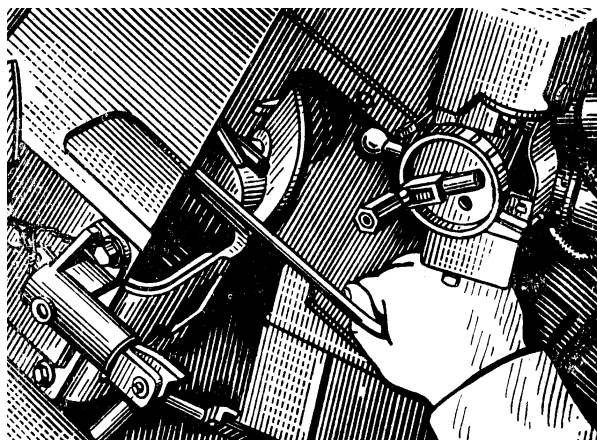

Рис. 25. Поворот задніх фіксаторів за допомогою вимикача 2А42.10.010 при витягуванні патрона з лінії досилання
- повертає за допомогою вимикача 2А42.10.010 з комплекту ЗІП гармати 2А42 задній фіксатор у приймачі (Рис. 25) і витягає гачком патрон з лінії досилання після чого від'єднує вимикач 2А42.10.010;